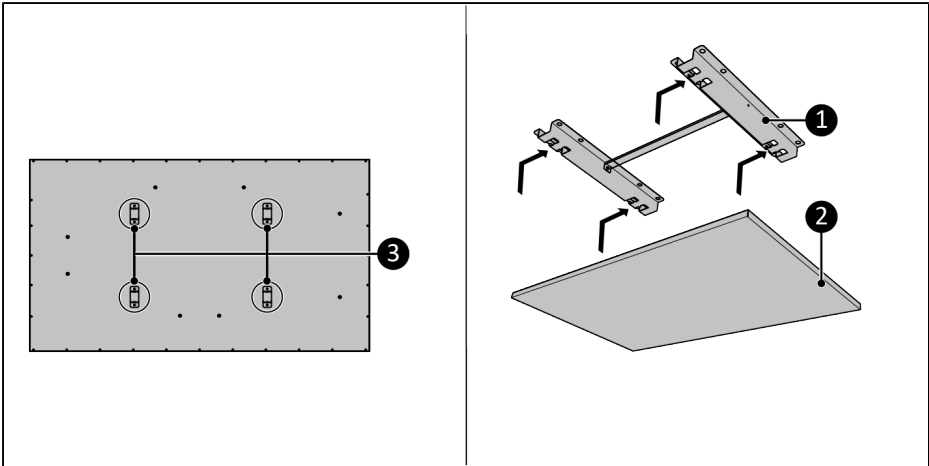

Abbildung 61.
8. Platzieren Sie die Gerätehalterungen (Abbildung 61, Pos. 3) über der Deckenhalterung (Abbildung 61, Pos. 1).
9. Schieben Sie das Gerät (Abbildung 61, Pos. 2) in die Öffnungen der Deckenhalterung (Abbildung 61, Pos. 1).